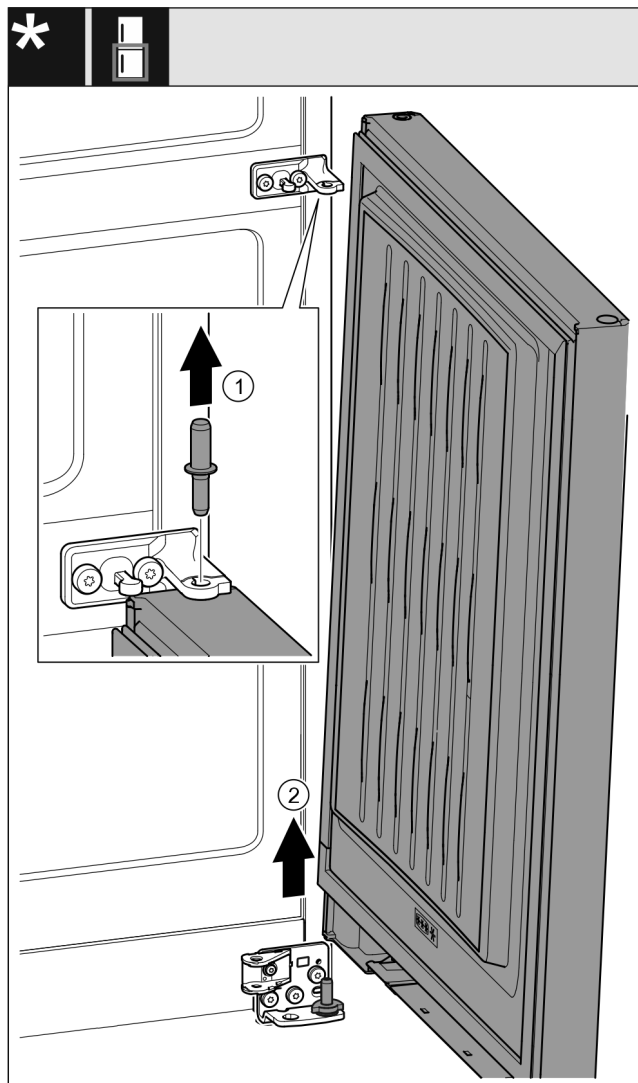

Fig. 23 *
- ▶ Sortir le boulon par le haut. Fig. 23 (1)*
- ▶ Faire pivoter la porte vers l'extérieur, la tirer vers le haut et la mettre de côté. Fig. 23 (2)*